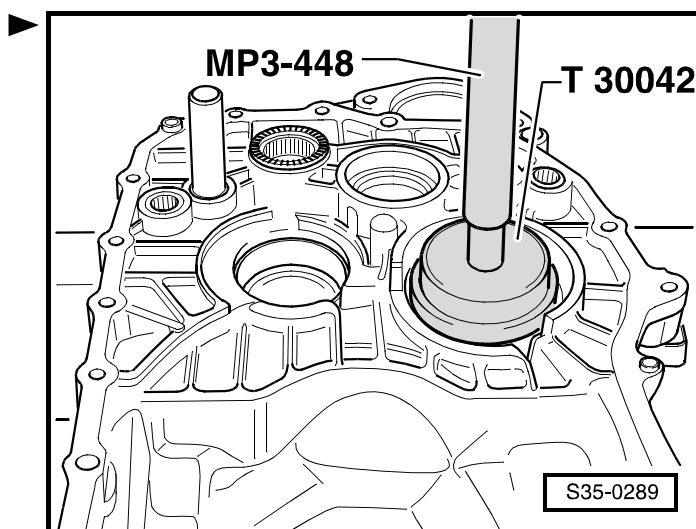

Рис. 5: Выпрессовывание внутреннего кольца конического роликоподшипника
- выпрессовывание ⇒ Рис. 5 в **35-2** страница 5